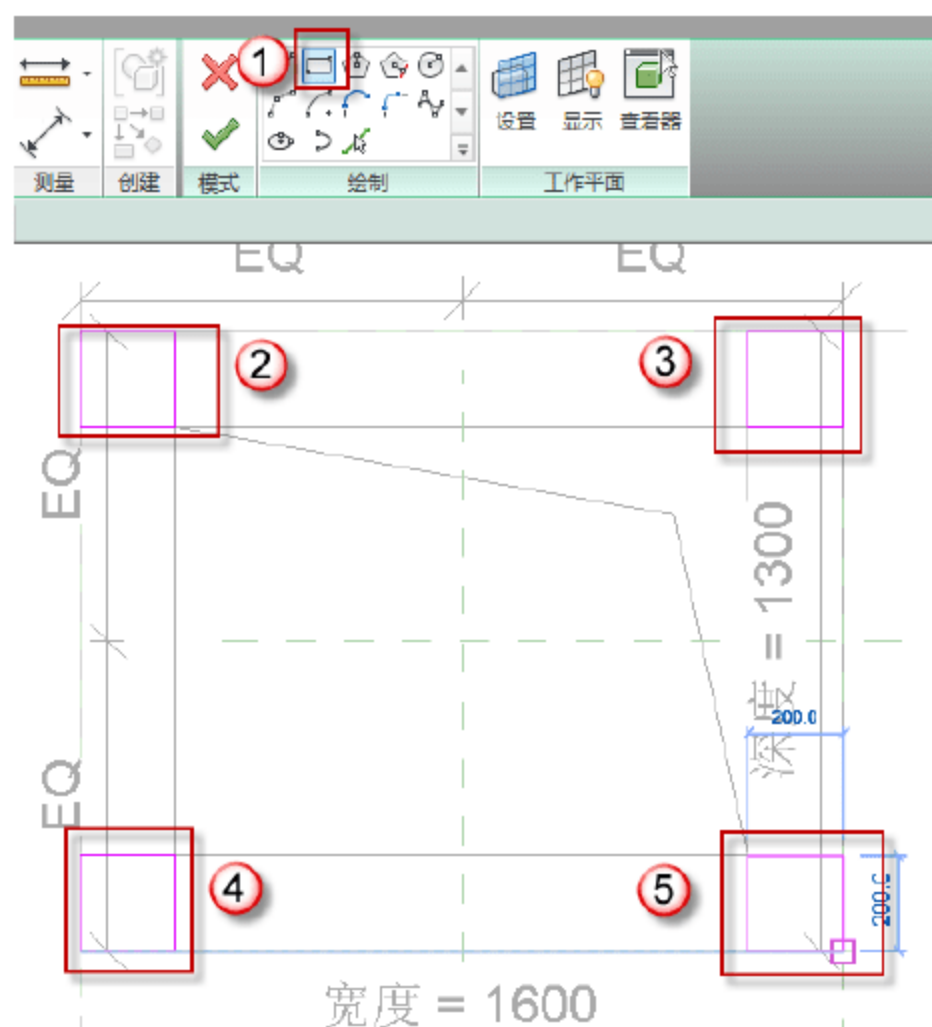

图 12.3.17 绘制  $200\text{ mm} \times 200\text{ mm} \times 1200\text{ mm}$  柱子
(15) 绘制  $200\text{ mm} \times 200\text{ mm} \times 1200\text{ mm}$  柱子。选择“创建”→“拉伸”命令，选择“矩形”绘图方式，然后依次绘制，如图 12.3.17 所示。